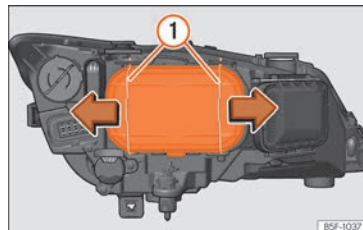

Abb. 54 Ablendlicht
- Verschieben Sie die Streben »» **Abb. 54 ①** in Pfeilrichtung und nehmen Sie den Deckel ab.